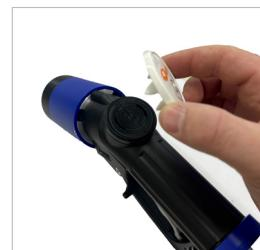

Figure 16
- Placez le nouvel autocollant au même endroit (*Figure 16*).
9.4.2 Remplacement du capuchon avec logo (pos. 2)
- Retirez le capuchon avec logo (pos. 2) de la plaque adhésive.
- Alignez le nouveau capuchon avec logo (pos. 2) et appuyez-le sur la plaque adhésive.